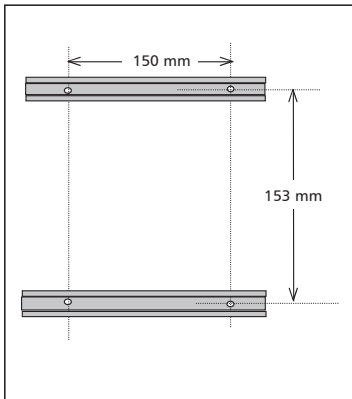

Abb. 1
- 1** ▶ Zwei Hutschienen gemäß Abb. 1 befestigen.